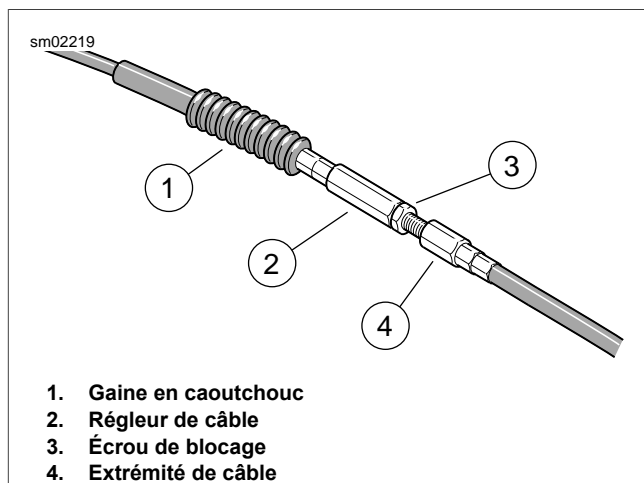
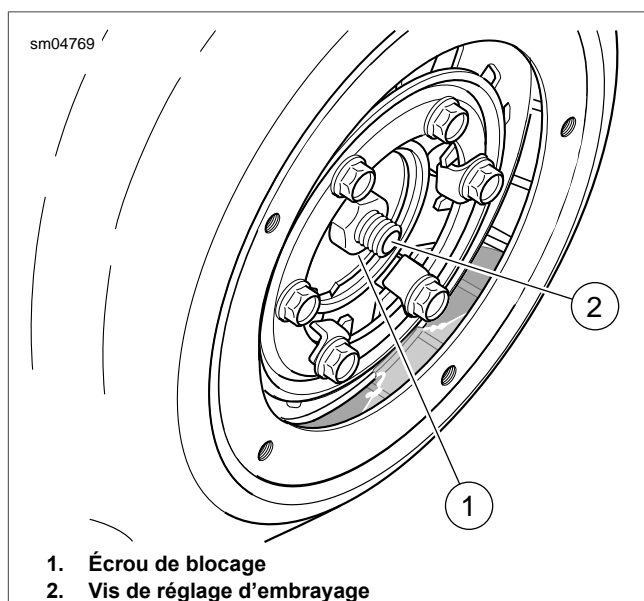

Figure 1-14. Régleur du câble d'embrayage
Figure 1-15. Vis de réglage d'embrayage
- Voir Figure 1-14. Donner du jeu au câble.
- Faire glisser la gaine en caoutchouc (1) hors du régleur de câble.
- Desserrer l'écrou de blocage (3) et l'éloigner du régleur de câble.
- Amener le régleur (2) vers l'écrou de blocage afin de donner du jeu au levier de guidon.
- Voir Figure 1-15. Desserrer l'écrou de blocage (1) sur la vis de réglage d'embrayage. Serrer la vis de réglage (2) vers l'intérieur (dans le sens horaire) jusqu'à ce qu'elle soit légèrement installée.
- Voir Figure 1-14. Vérifier le jeu.
- Séparer le régleur de câble (2) jusqu'à ce que le mou du levier de guidon soit éliminé.